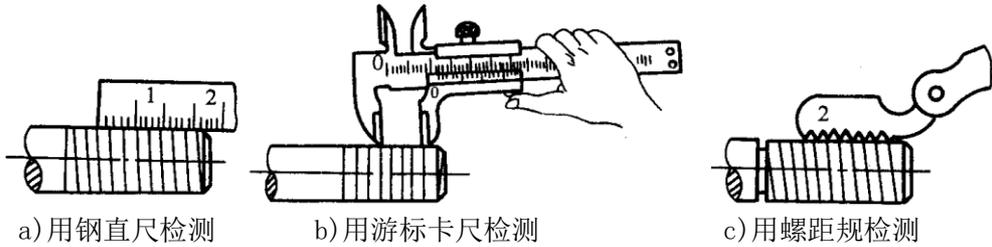

图 C-61 检查螺距
4) 用钢直尺、游标卡尺或螺距规检查螺距是否正确，见图 C-61。检查时应多测